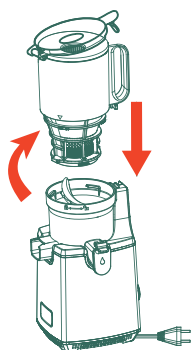

Fig. 11
2. Retire el embudo. Gire el embudo en sentido antihorario hasta que la "▲" se alinee con el "☐" del tazón de extracción para liberar el candado de seguridad. (Fig. 11)